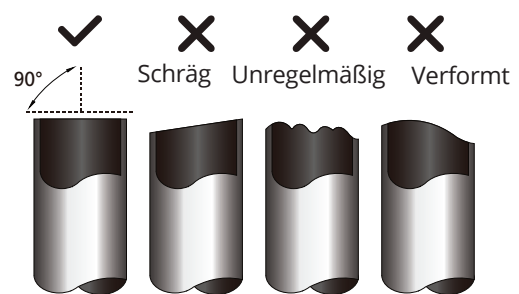

Abb. 5.1
3. Achten Sie darauf, das Rohr exakt rechtwinklig zu schneiden. Details s. **Abb. 5.1** mit Beispielen für falsch Schnitte.